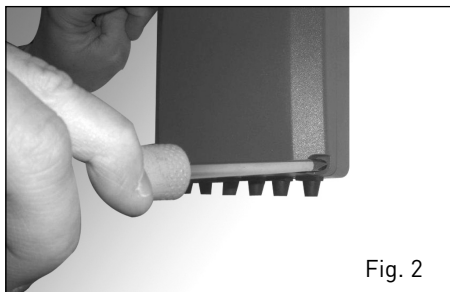

Fig. 2
- enlever le couvercle de la centrale en dévissant les quatre vis à l'avant (fig. 2)